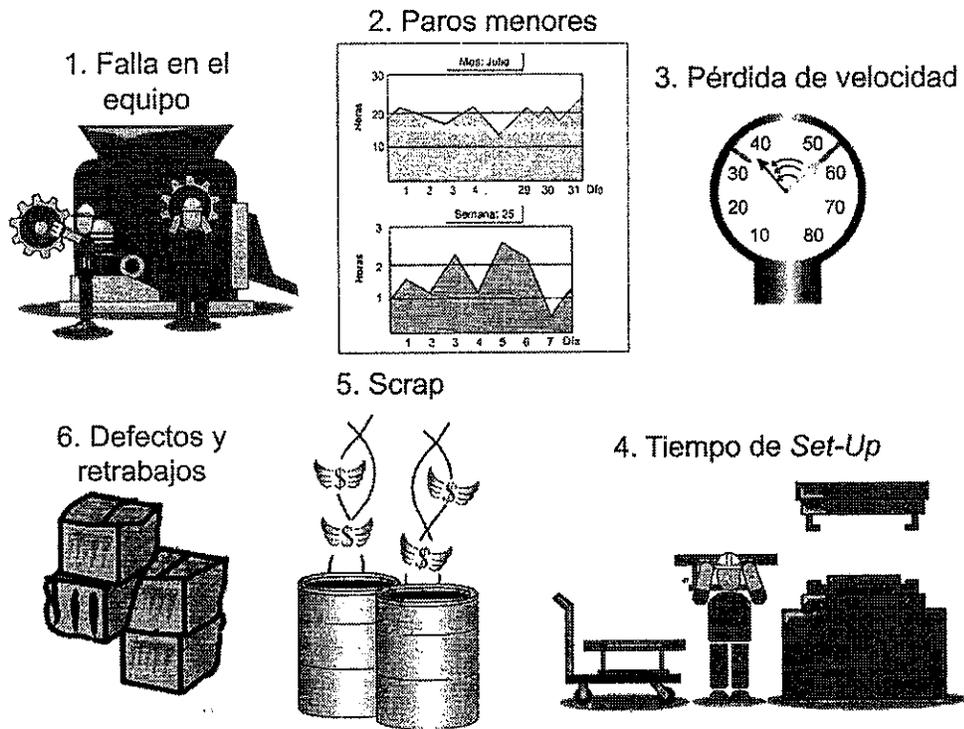

FIGURA 6.11. Las seis grandes pérdidas.
1. Eliminación de las seis grandes pérdidas (Figura 6.11) basándose en los proyectos por equipos organizados en producción, mantenimiento y los departamentos de ingeniería de las plantas. Las pérdidas que hay que eliminar son: